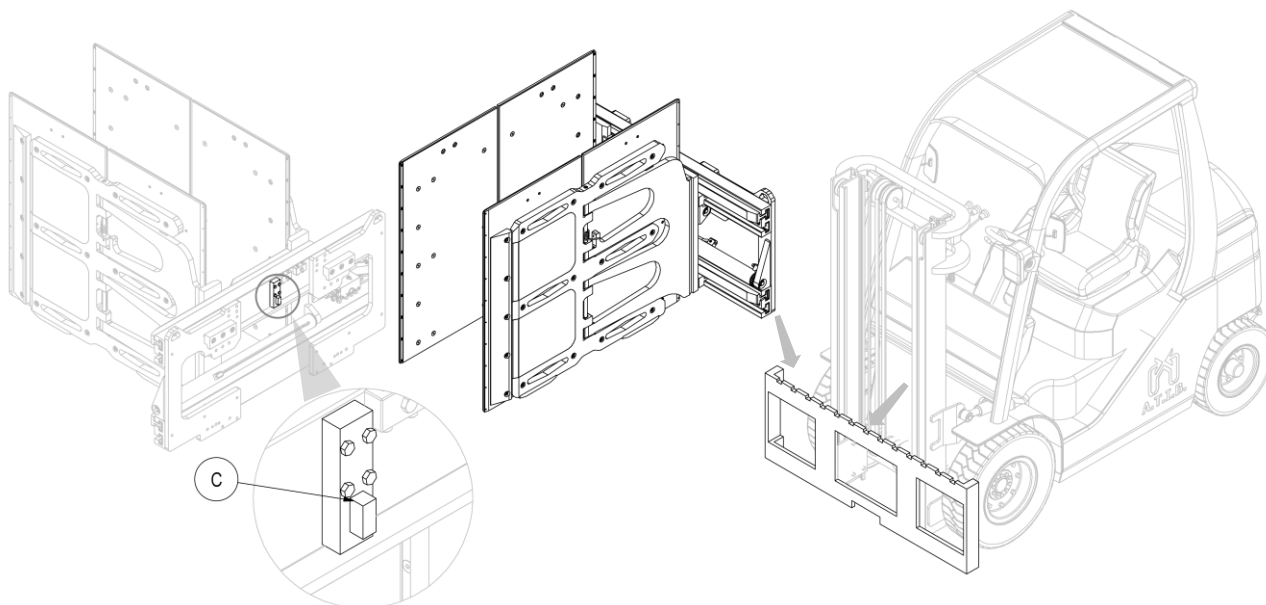

Figura 3
6. Agganciare quindi l'attrezzatura con un carroponete o un paranco di portata sufficiente e posizionarla sulla piastra porta forche, avendo cura di incastrare il dente di centraggio **C** nella tacca centrale della stessa (vedi *Figura 3*) e avendo cura di movimentarla in modo idoneo e sicuro.